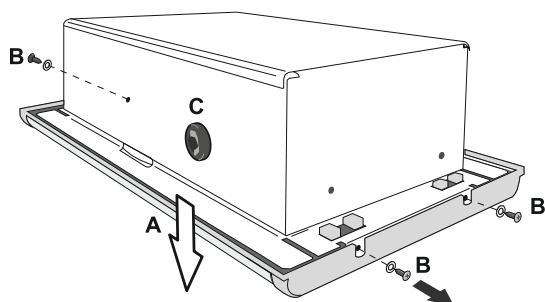

Fig. 1
- Sganciare la griglia frontale (A) rimuovendo le tre viti autofilettanti e relative rondelle (B) che la fissano alla scatola da incasso (fig. 1);
- Aiutandosi con un cacciavite, praticare un foro passante nei passacavo (C) presenti sui lati della scatola.
- Unhook the front grille (A) by removing the three self-tapping screws and the washers (B) securing it to the box for wall mounting (Fig. 1);
- With the help of a screwdriver, make a through hole in each cable gland (C) on the sides of the box.